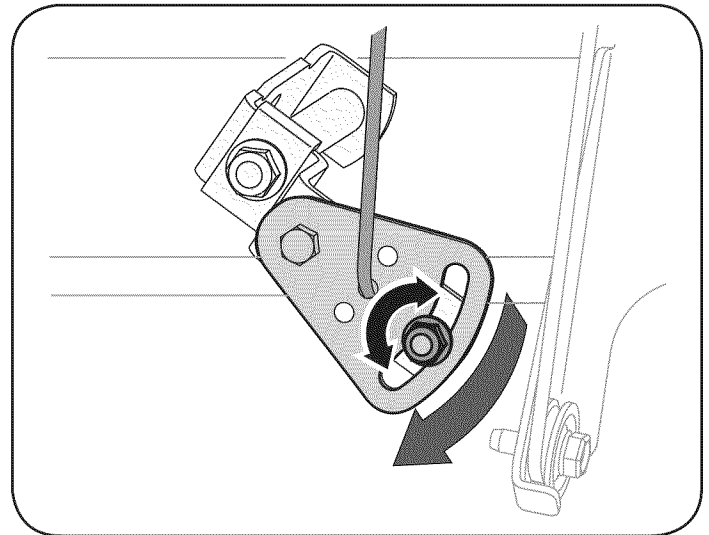

Figura 20
2. Afloje la tuerca hexagonal del soporte de posicionamiento del cable de cambios. Vea la figura 20.